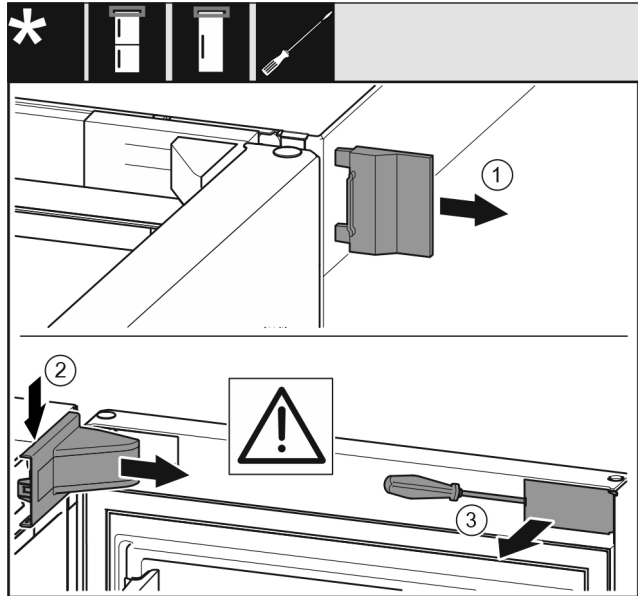

Fig. 7
- ▶ Ota ulompi suojus Fig. 7 (1) pois.
- ▶ Vapauta laakerijalustan suojus Fig. 7 (2) lukituksesta ja irrota se.
- ▶ Irrota suojus Fig. 7 (3) uraruuvimeisselillä ja käännä sivulle.